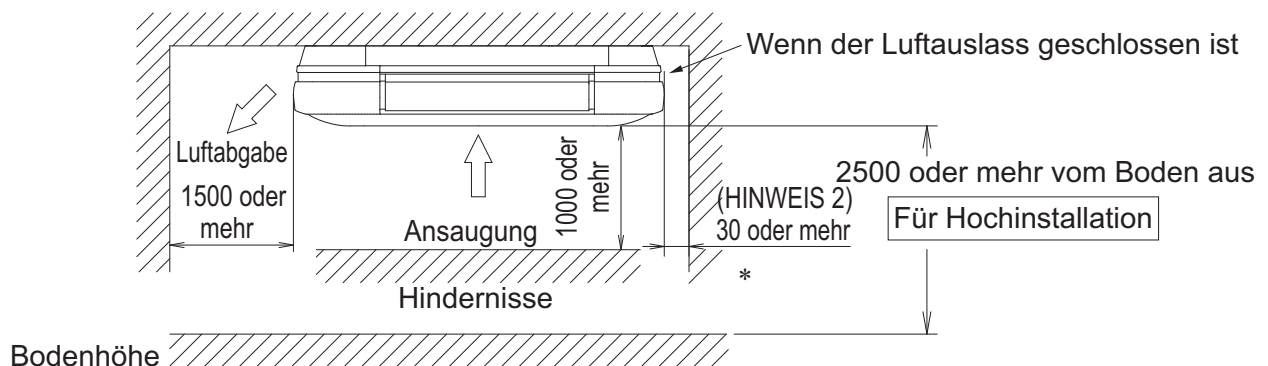
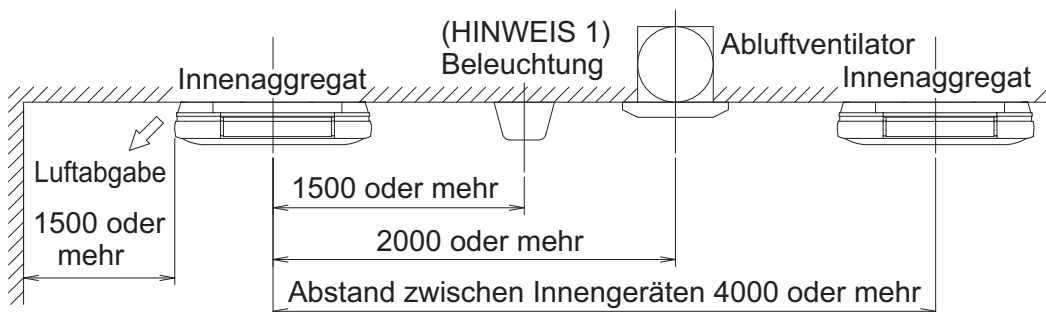

Abb. 1
Abb. 2
(1) Wählen Sie einen Installationsort, der folgenden Bedingungen entspricht und den Wünschen des Kunden entspricht.
- Wo ausreichender Platz für Installation und Service sichergestellt werden kann. **(Siehe Abb. 1 und Abb. 2)**
Mindest-Fußbodenfläche bestimmen (nur bei Kältemittel R32). Um die Fußbodenfläche zu bestimmen, benutzen Sie die Grafik oder die Tabelle. Siehe Abbildung 1 auf der Innenseite der vorderen Abdeckung.